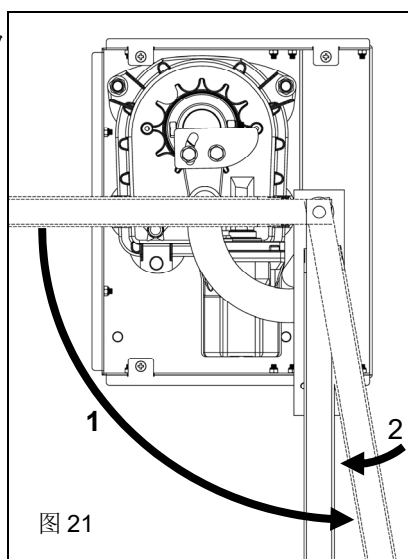

图 21
5.3. 把门完全打开（1），然后往回大约10°（2）（图21）。